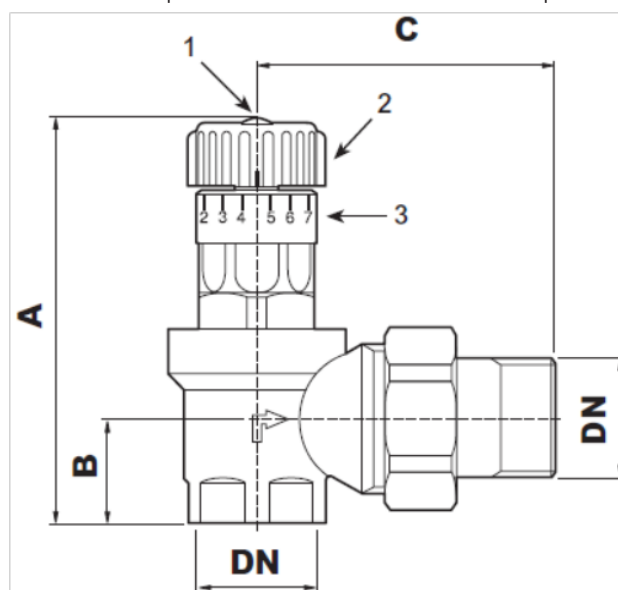

fig. 80 -
- Allentare la vite di bloccaggio della manopola (1) (vedi "fig. 80 -").
- Tarare la valvola alla pressione differenziale di apertura  $\Delta P$  girando la manopola (2) (vedi "fig. 80 -").
- A taratura avvenuta riavvitare la vite di fissaggio (1) (vedi "fig. 80 -").